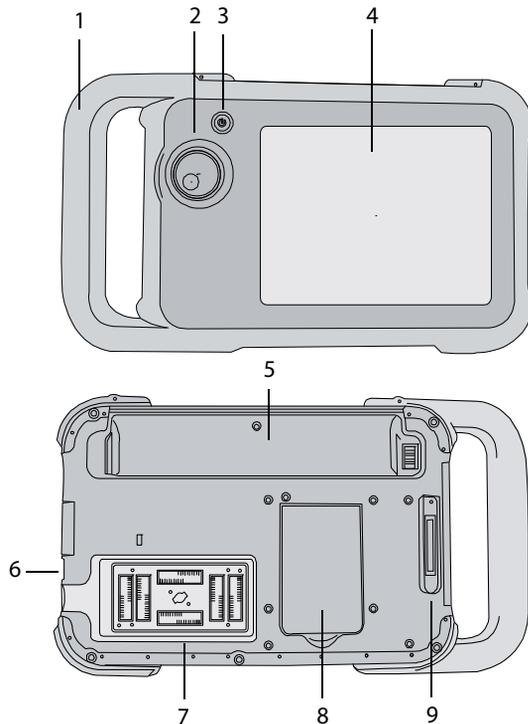

Abbildung 1 Systemvorderseite (oben) und Rückseite (unten)
Auf der Rückseite des Systems befindet sich das Batteriefach, das Schallkopffach und ein Anschluss für das NanoMaxx™-Dock. An der Seite befinden sich zwei USB-Anschlüsse (siehe Abbildung 1 auf Seite 1).
Das Dock verfügt unter anderem über Anschlüsse für die Stromversorgung und das Druckerkabel. Es wird an der Rückseite des Systems angeschlossen (siehe Abbildung 1 auf Seite 1). Jeder Anschluss ist mit einem Symbol versehen, das seine Verwendung beschreibt.
- ❖ Das Dock an den zugehörigen Anschluss auf der Systemrückseite anschließen (siehe Abbildung 1 auf Seite 1).
- 2 Das Gleichstromkabel des Netzteils an den Anschluss am Dock anschließen. Siehe Abbildung 1 auf Seite 1.
Um das Risiko eines elektrischen Schlags zu vermeiden, den Schallkopfstecker (der sich im Schallkopffach befindet) am System nicht berühren, wenn der Schallkopf nicht angeschlossen ist. Siehe Abbildung 1 auf Seite 1.
Siehe Abbildung 1 auf Seite 1.